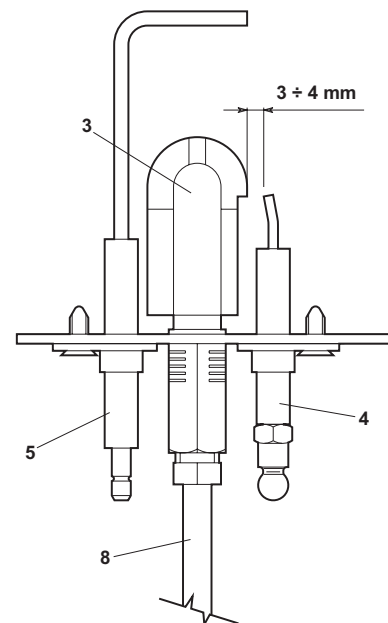

fig. 10
- Los electrodos no presenten incrustaciones y estén bien colocados (véase fig. 10).
Controlar que los electrodos estén correctamente colocados y no presenten incrustaciones (véase fig. 10).